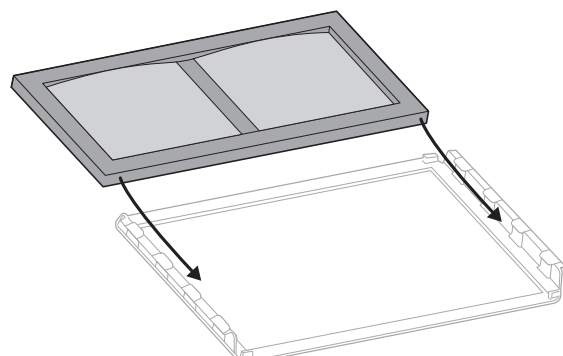

Fig. 27a
- a. Elige la lente apropiada y, luego, colócala en el soporte de la lente (Fig. 27a).